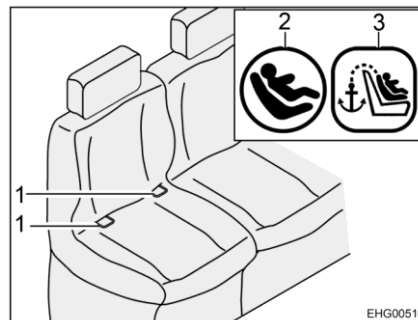
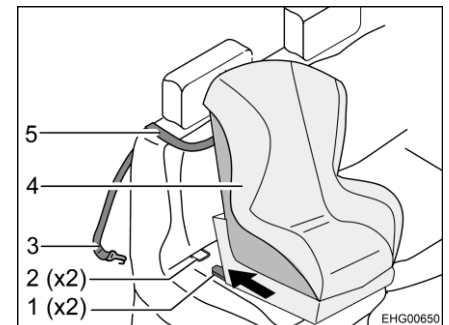

Bild 10 Sitz mit Isofix
Bild 11 Befestigung mit Top-Tether
- Top-Tether-Gurt (Bild 11,5) über das Rückenpolster führen (zwischen Kopfstütze und Umlenkung des Sicherheitsgurts).
- Befestigungshaken (Bild 11,3) am Ankerpunkt auf der Rückseite des Fahrzeugsitzes einhaken.
- Rastarme (Bild 11,1) in Haltebügel (Bild 10,1 und Bild 11,2) einrasten lassen. Dabei muss ein deutliches Klickgeräusch zu hören sein.
- Mit einem kräftigen Ruck kontrollieren, ob der Kindersitz (Bild 11,4) fest sitzt.